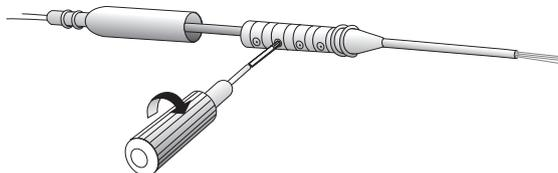

Figura 23. Aperte os parafusos de fixação
4. Aperte os quatro parafusos de fixação, aparafusando-os no sentido dos ponteiros do relógio nas cavidades dos parafusos de fixação com a chave dinamométrica fornecida (Figura 23). Aperte cada parafuso de fixação só até a chave dinamométrica emitir um estalido.